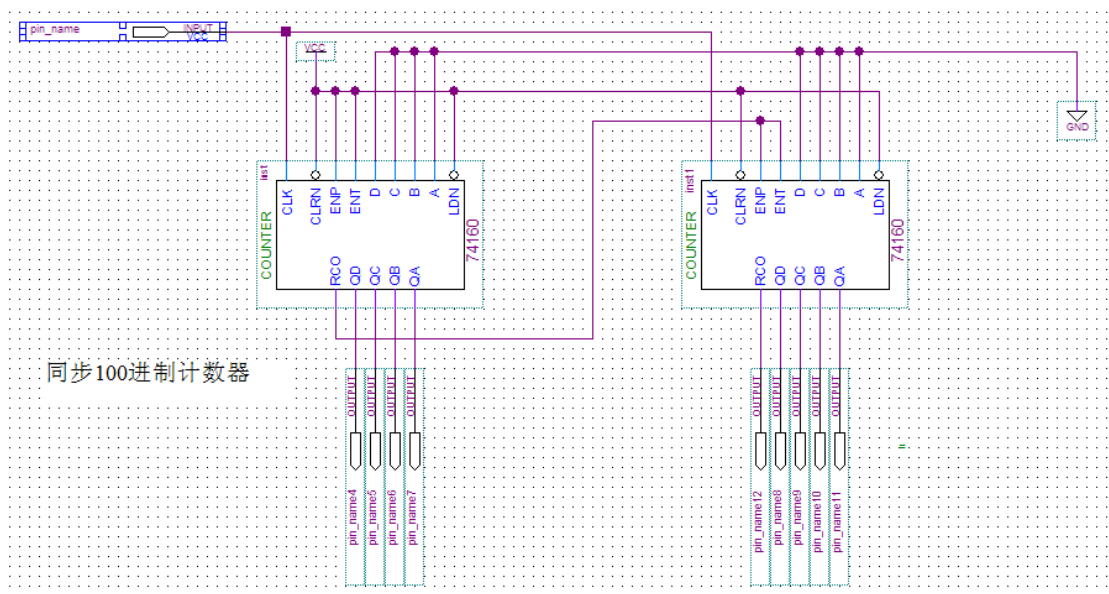

图 13-4 同步 100 计数器的电路设计 (.bdf 文件视图)
6. 创建一个新的电原理图文件 (Block Diagram/Schematic File)，其后缀为 .dbf。该电原理图为两个 74160 芯片的级联。通过分析 & 解析处理 (Analysis & Elaboration) 的电路图设计 (无错误，无警告，未分配 DE2-70 引脚) 参看图 13-4。